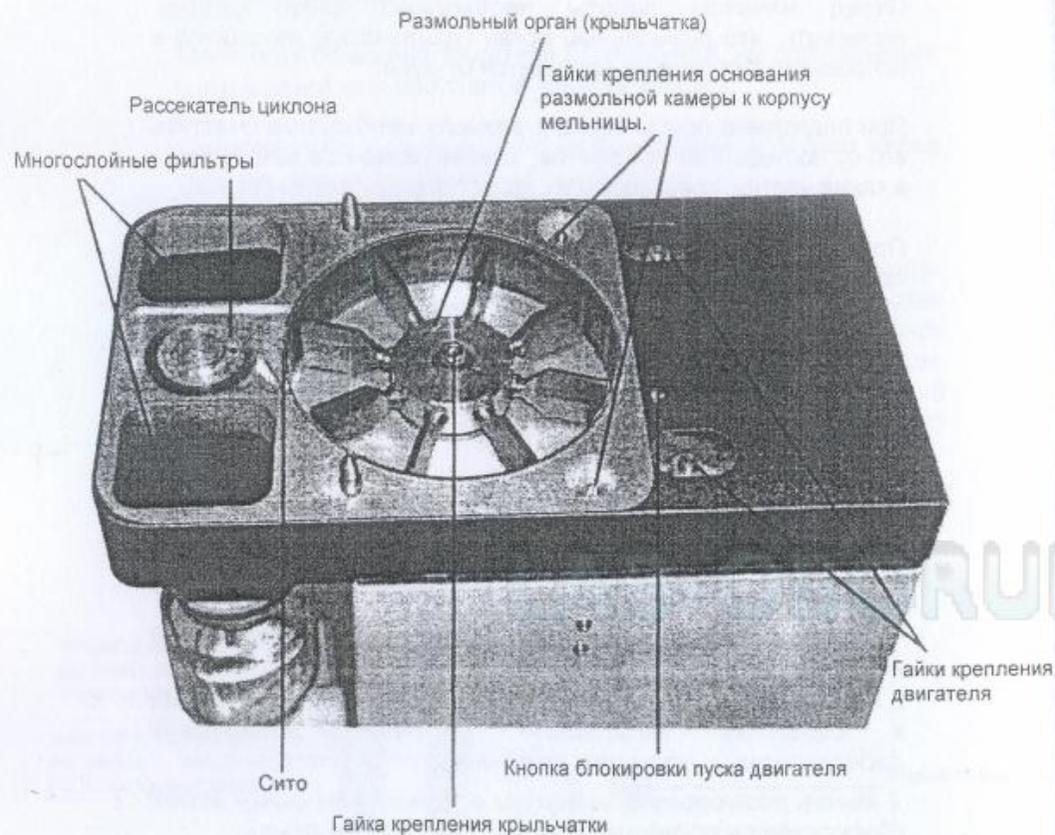

Рис. 3 Внешний вид мельницы при снятой крышке размольной камеры
Измельченный до заданных и меньших размеров продукт проходит через стальное сито с калиброванными отверстиями и за счет вентиляционного эффекта, создаваемого размольным органом, выводится из размольной камеры в приемную емкость. Отделение измельченного продукта от воздуха происходит в специальном «стакане» с помощью эффекта циклона. Очистка воздуха осуществляется многослойными фильтрами (рис. 3).
- 1 Блокировать или уничтожать кнопку блокировки пуска двигателя (см. рис. 3).
- Отвинтить две гайки крепления основания размольной камеры к корпусу (рис. 3). *Торцевой ключ на 10.*